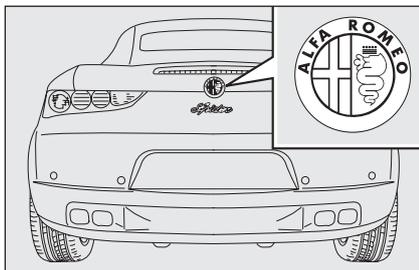
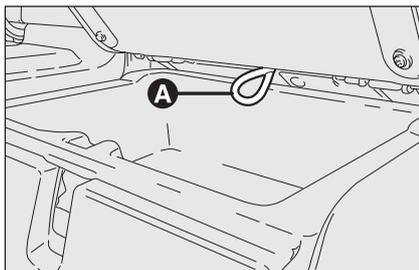

fig. 64
fig. 65
- aprire il bagagliaio premendo il tasto **A-fig. 64** o, se non possibile, aprire il vano portaoggetti posto dietro al sedile sinistro ed agire sul cavo per l'apertura manuale del bagagliaio **A-fig. 65**;